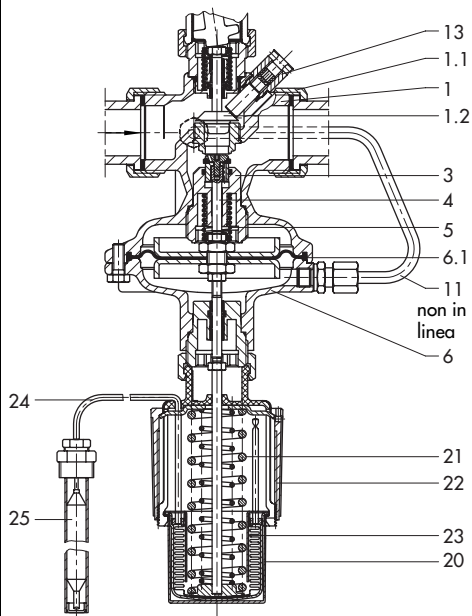

Fig. 6 - Tipo 2489/5825, PN 25
**Regolatore di portata tipo 2489/582.** (Fig. 6)